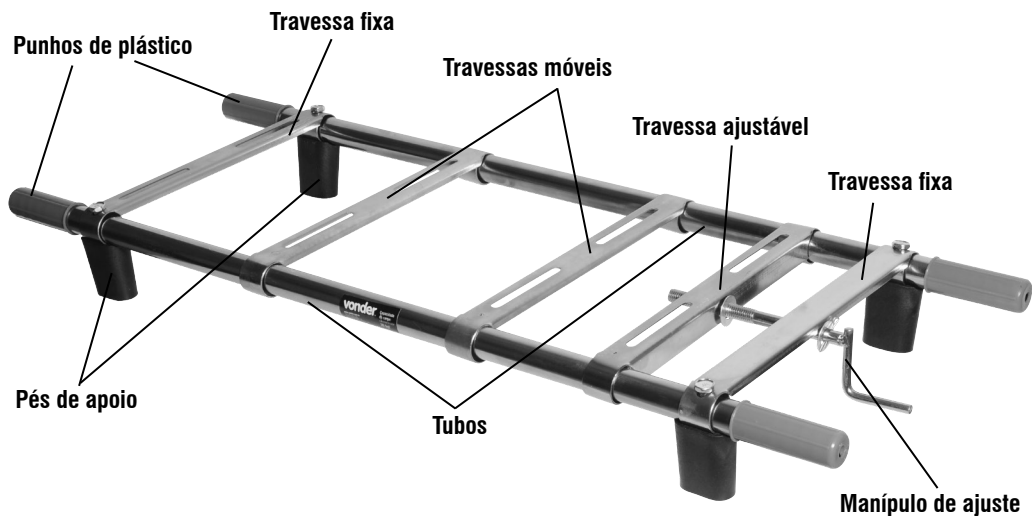

Fig. 1 – Montagem/Montaje
1. Insira as travessas, conforme mostra a Fig 1, seguindo a sequência abaixo: